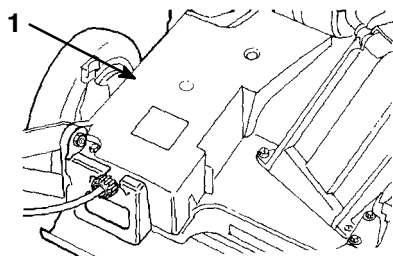

Figure 16
3. Retirer les boulons de fixation du carter de courroie (Fig. 16) au carter de tondeuse, et déposer le carter de courroie.